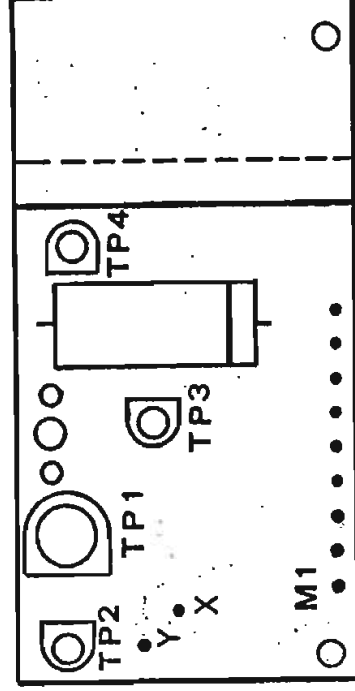

BILD 5
gemessen zwischen M 1 (—) und C 19 (+) Bild 5
gemessen zwischen M 1 (—) und B (+) Bild 5
5. Eingestellt wird diese Dreiecksspannung mit TP 4. (Bild 5)
Balken gelten für 33 1/2, die unteren für 45 Umdrehungen.) Wenn das nicht der Fall ist, stellen Sie die richtige Tourenzahl mit dem TP 3 ein. (Bild 5)